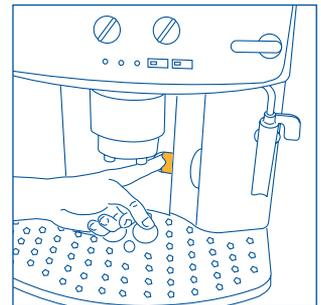

Fig. 15
NOTA 7: la macchina conta il numero di caffè che vengono erogati. Ogni 14 caffè singoli (o 7 doppi), la spia 📊 si accende in modo fisso (cap. 12 punto 3) avvertendo che il contenitore fondi è pieno di pasticche ed è necessario svuotarlo e pulirlo. Finché non si fa la pulizia del cassetto fondi, la spia rimane accesa e la macchina non può fare il caffè. Per eseguire la pulizia aprire lo sportello di servizio sulla parte anteriore tirando l'apposita maniglia (fig. 15); si accende la spia ⚠ lampeggiante (vedere par. 12 punto 9); estrarre quindi la vaschetta raccogliogocce (fig. 16), svuotarla e pulirla. Svuotare e pulire accuratamente il cassetto fondi avendo cura di rimuovere tutti i residui che possono essere depositati sul fondo. Asciugare anche le eventuali gocce di condensa che si sono depositate all'interno della macchina sotto la vaschetta raccogliogocce. **IMPORTANTE:** quando si estrae la vaschetta raccogliogocce è **OBBLIGATORIO** svuotare sempre il contenitore fondi caffè anche se è riempito poco. Se questa operazione non è effettuata può succedere che, quando si fanno i caffè successivi, il contenitore fondi si riempia più del previsto e che la macchina si intasi di pasticche esauste.
- aprire lo sportello di servizio (fig. 15);